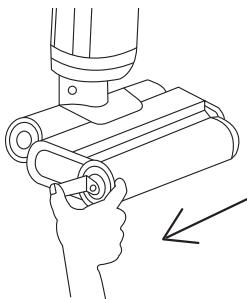

Рис. 2
- Отогните ручку электрической турбощетки и потяните за нее, чтобы извлечь ролик (Рис. 2).